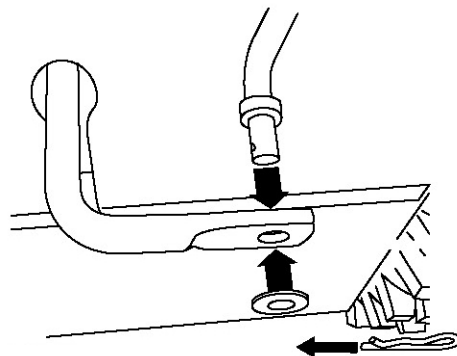

Рисунок 5
1. Снимите шпильку и шайбу с нижнего конца штока переключения скоростей и вставьте нижний конец штока в нижнее соединение, чтобы изогнутый конец штока переключения скоростей смотрел назад (рис. 5).